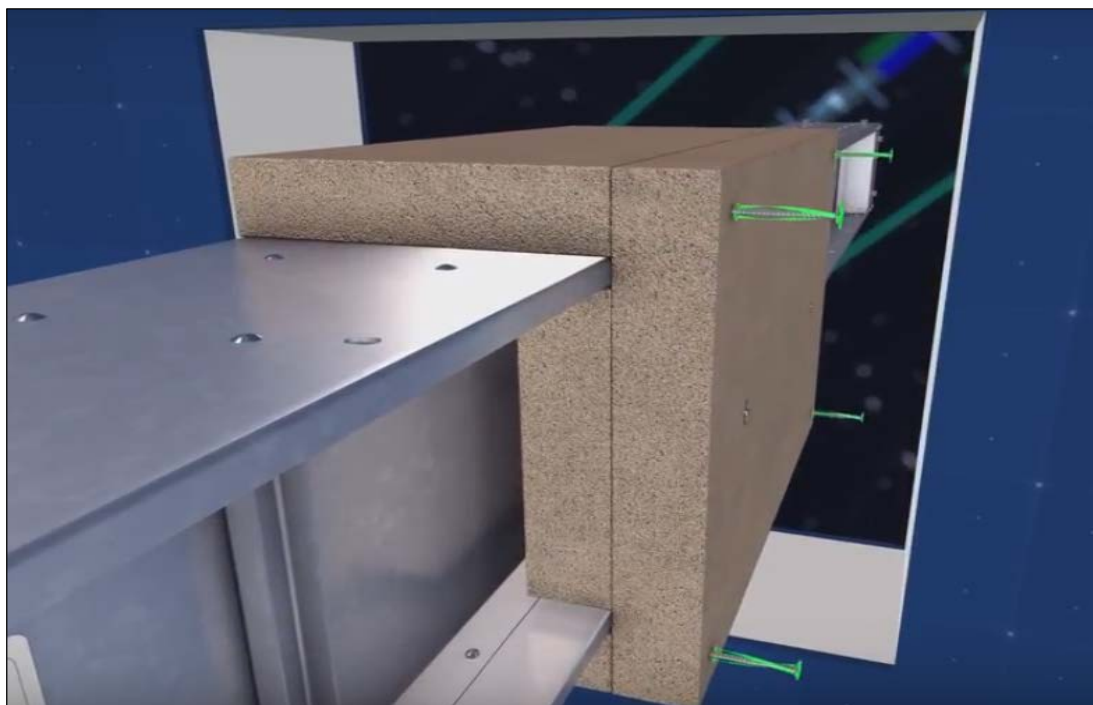

Рис. 4.
3. Установите на корпус шинопровода первые части противопожарного барьера (Рис. 4.).